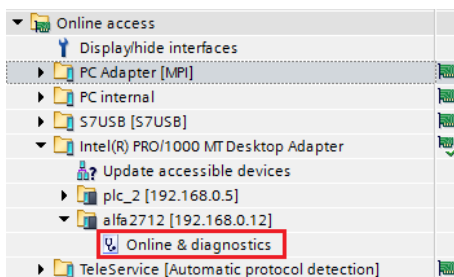

Figura 100 – Acesso aos parâmetros de configuração
3. Selecione o modo "Online & diagnostics" para acessar os parâmetros Figura 100;